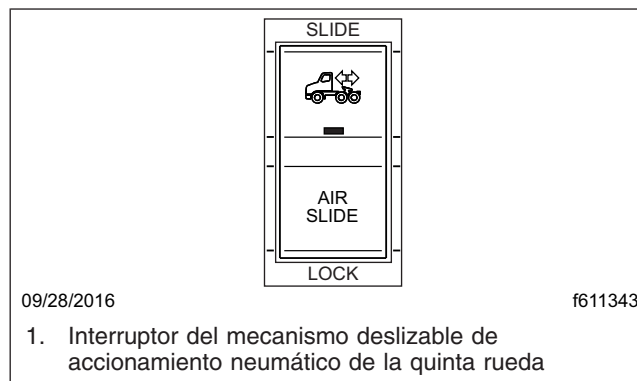

Figura 18.14, Interruptor del mecanismo deslizante de accionamiento neumático
La función de deslizamiento se puede controlar mediante un interruptor neumático montado en el tablero, el cual acciona un cilindro neumático que bloquea y desbloquea el mecanismo deslizante. Vea la Figura 18.14.
1. Ponga el interruptor del mecanismo deslizante de accionamiento neumático (Figura 18.14) en SLIDE (deslizar).